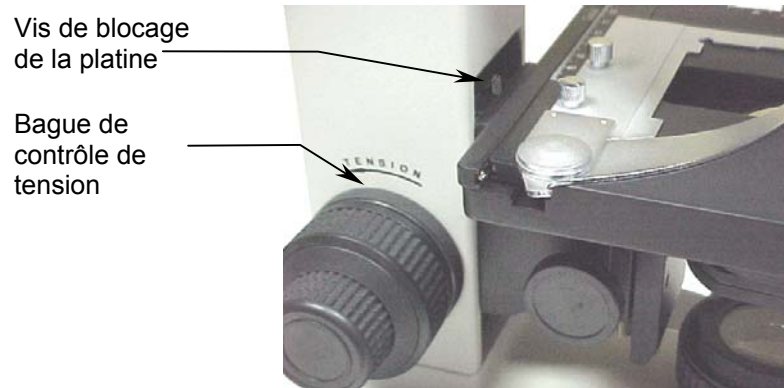

Fig. 8
Le réglage de cette tension (fig.8) se trouve entre le bouton de mise au point rapide (16) et la potence (15). La tension est préréglée par le fabricant.
- a. Desserrer la vis de blocage (fig. 8) à l'aide de la clé hexagonale 2mm.
- b. Mettre au point à l'aide de la vis micrométrique (5) avec l'objectif 4X puis l'objectif 10X.